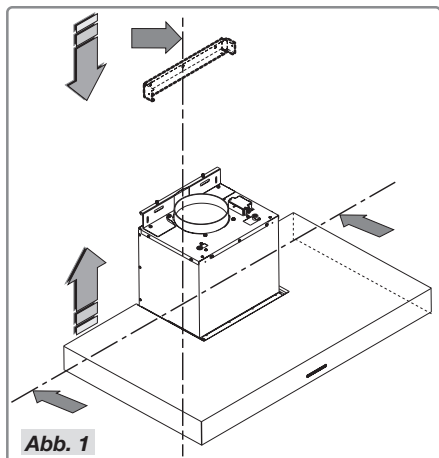

Abb. 1
- Schließen Sie den Flansch mithilfe eines Rohrs an den Luftabzug an (Abb. 1).